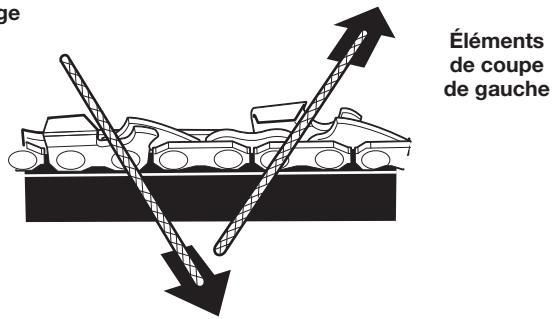

Fig. 32
- Limez vers le coin avant de l'élément de coupe (Fig. 32).
- Limez tous les éléments de coupe de gauche dans un sens (Fig. 32). Ensuite, passez à l'autre côté de la chaîne et limez l'ensemble des éléments de coupe de droite dans le sens opposé (Fig. 32).